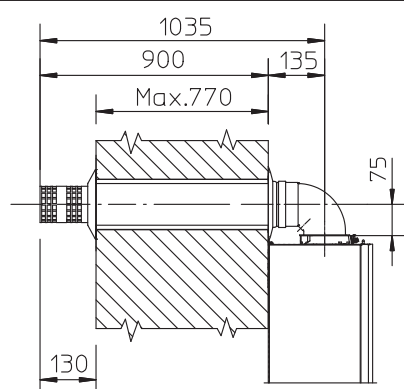

Fig. 1-14
- Applicazione con uscita posteriore (Fig. 1-14). La lunghezza del tubo di 970 mm permette l'attraversamento di una parete di spessore massimo di 770 mm. Normalmente sarà indispensabile accorciare il terminale. Determinare la misura sommando questi valori: Spessore parete + sporgenza interna + sporgenza esterna. Le sporgenze minime indispensabili sono riportate in figura.